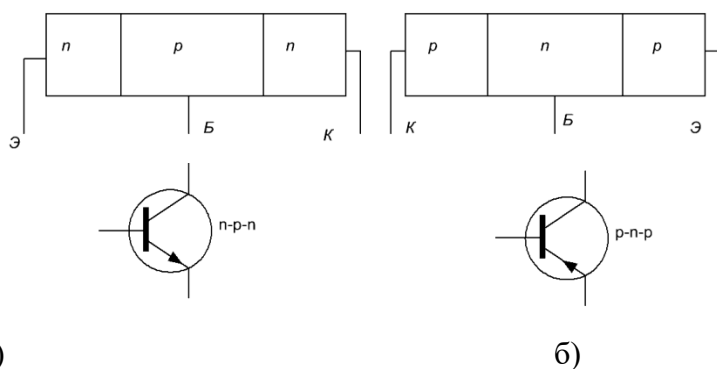

Рис. 1. Условные изображения транзисторов разных типов:
6. По данным таблицы 1 построить регулировочную характеристику двигателя $n = f(I_{\text{в}})$ (примерный вид характеристики показан на рис. 1);
помех и повысить надежность радиопередатчиков. В силовой электронике ключевые мощные полевые транзисторы успешно заменяют и вытесняют мощные биполярные транзисторы. В усилителях мощности звуковых частот высшего класса мощные полевые транзисторы успешно заменяют мощные электронные лампы, обладающие малыми нелинейными и динамическими искажениями. Полевым (также униполярным, также канальным) транзистором называется трехэлектродный полупроводниковый прибор, в котором управление током осуществляется путем изменения толщины полупроводникового слоя, проводящего ток. Ток в полевом транзисторе протекает между омическими электродами, один из которых называется истоком, а второй – стоком. Полупроводниковый слой, по которому протекает ток, называется каналом. Ширина канала регулируется с помощью подачи внешнего смещения на третий электрод – затвор. Различают три основных типа полевых транзисторов. Это полевые транзисторы с управляющим р-п переходом, МОП-транзисторы (транзисторы с изолированным затвором) и транзисторы с затвором Шоттки (ЗШП-транзисторы). Различаясь конструктивно, все эти приборы имеют сходный принцип работы и схожие основные характеристики. Рассмотрим принцип работы полевого транзистора и его характеристики на примере транзистора с управляющим р-п переходом. Устройство такого транзистора показано на рис. 1. Каналом в нем служит тонкий слой полупроводника п – типа, ограниченный с двух сторон р-п переходами. Транзистор на рис. 1. включен по наиболее часто встречающейся схеме «с общим истоком» - т.е. исток является общим электродом и для входной цепи (затвор-исток) и для выходной цепи (исток-сток). Электрическое сопротивление канала R_k зависит от его геометрических параметров: толщины W , ширины b и длины L , а также от его удельной электропроводности e_n $b W L R_n$ $k \mu =$. (1) Сток R Затвор р р + ~ E_c _ n Исток E_z Рис. 1 Толщина канала W зависит от глубины проникновения в канал объемных зарядов р-п переходов затвора. Протекание тока в области объемных зарядов р-п переходов практически невозможно, т.к. в этой области отсутствуют свободные носители заряда, и она обладает большим электрическим сопротивлением (см. Введение). Прикладывая к затвору обратное напряжение, можно увеличивать глубину проникновения р-п перехода в канал, тем самым уменьшать толщину канала и увеличивать его сопротивление. В результате будет изменяться величина тока I_c , протекающего в цепи стока под действием приложенного к стоку напряжения V_c . На этом принципе и основано действие полевого транзистора. Рассмотрим выходные характеристики полевого транзистора, определяющие зависимость тока I_c от напряжения V_c при заданном напряжении затвора V_z . Пусть $V_z = 0$. При подаче положительного напряжения на сток в канале возникает ток I_c , но при этом р-п переходы получают обратное смещение, их объемные заряды расширяются, а канал сужается. Чем ближе к стоку, тем больше смещение р-п переходов и тем тоньше в этом месте канал (рис. 1). При увеличении V_c выходной ток растет, но при этом одновременно уменьшается толщина канала, поэтому зависимость тока от напряжения не подчиняется закону Ома. Когда напряжение стока достигает некоторой величины $V_{сн}$, называемой напряжением насыщения, обедненные слои р-п переходов почти смыкаются вблизи стока. Однако полностью перекрыть канал, подавая напряжение только на сток, невозможно. Действительно, увеличение напряжения на стоке влечет за собой сужение канала и уменьшение тока стока, но это приводит к уменьшению падения напряжения на омическом сопротивлении канала (ф.1). Это, в свою очередь, приведет к уменьшению обратного смещения на р-п переходах, к расширению канала и росту тока. В результате такого автоматического регулирования установится определенная минимальная ширина канала, а ток стока I_c достигнет насыщения и дальше практически не будет расти (рис. 2). 7 I_c i $V_z < i+1$ V_z 0 $V_z = \Delta V_{сн}$ 0 s_n I s_n ΔI 1 s_n I 1 V_z 2 s_n I ΔI_c , ΔV_z 2 V_z $V_{от}$ 0 2 $V_{сн}$ 0 $V_{сн}$ V_c 1 $V_{сн}$ Рис. 2 При значительной величине V_c наступает пробой р-п перехода и ток в цепи сток-затвор лавинообразно нарастает. Если на затвор подано обратное напряжение V_z , то насыщение наступает при меньшей величине напряжения на стоке. Величина тока насыщения $I_{сн}$ в выходной цепи при этом также оказывается меньшей. При обратном напряжении затвора $V_{от}$ канал практически перекрывается уже при $V_c = 0$. Это напряжение
Биполярный транзистор представляет собой трехэлектродный полупроводниковый прибор с двумя электронно-дырочными переходами, имеет три вывода и предназначен для усиления и генерирования электрических сигналов. Электронно-дырочные переходы в транзисторе образуются тремя областями различной электропроводности. В зависимости от порядка чередования областей транзисторы могут быть типов р-п-р и п-р-п. В обоих случаях транзистор содержит два р-п (или п-р)-перехода. На рис. 1, а, б показано условное обозначение транзисторов типов р-п-р и п-р-п.